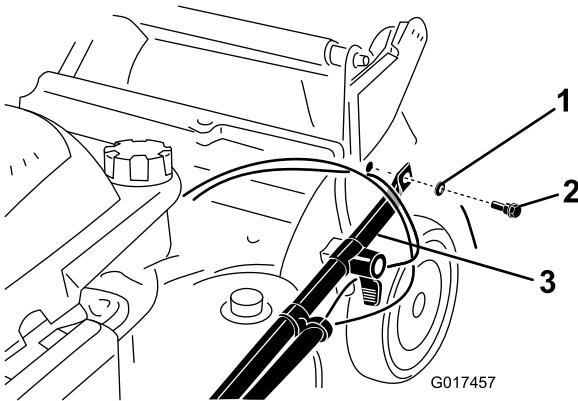

Figure 3
2. Fixez les extrémités du guidon au carter de la machine avec 2 rondelles et 2 boulons (Figure 3), **mais ne serrez pas les boulons**.
Important: Acheminez les câbles à l'extérieur du guidon (Figure 3).